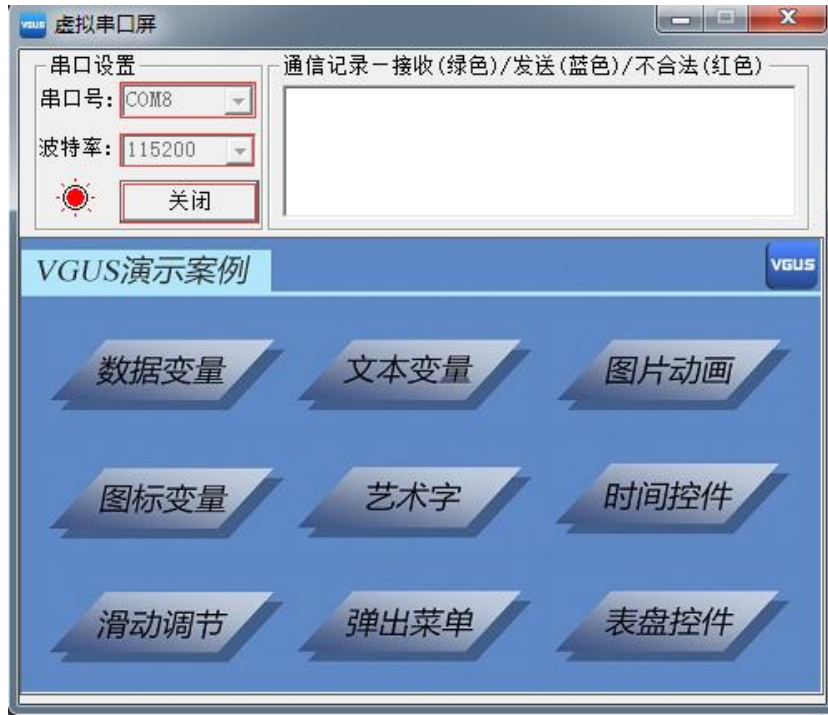

图 1.15 设置虚拟串口屏串口号
(2) 运行虚拟串口屏，选择串口通道 **COM8**，设置波特率，再点击“打开”按钮后，如图 1.15 所示。这样串口调试工具的 COM7 和虚拟串口屏的 COM8 就可以进行匹配。